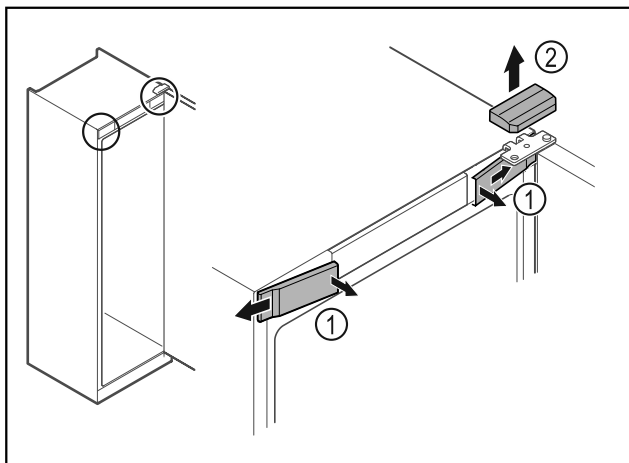

Fig. 8 *
- ▶ Lossa skydden fram Fig. 8 (1) på insidan och ta av dem åt sidan.*
- ▶ Ta av det övre skyddet Fig. 8 (2) uppåt.*